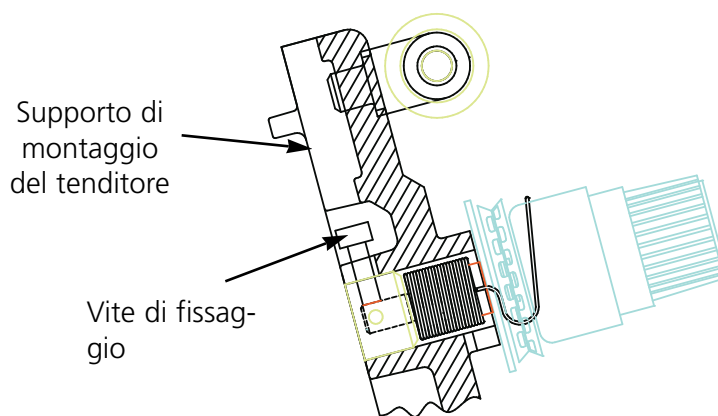

Figura 4-23
1. Allentate leggermente la vite di fissaggio sul lato superiore del supporto di montaggio del tenditore (vedete Figura 4-23).